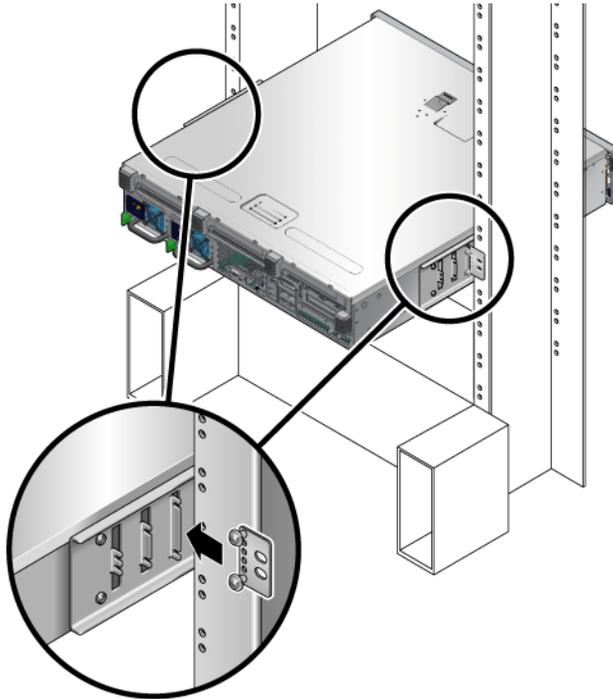

ABBILDUNG 4-12 Anbringen der Rückplatte an den Seitenhalterungen
Die Schraubenköpfe müssen zur Serverrückseite zeigen und die andere Seite der Rückplatte muss sich vor der Rack-Stütze befinden (ABBILDUNG 4-12).
- c. Ziehen Sie die Schrauben zur Befestigung der Rückplatte an der Schlitzgruppe in der Seitenhalterung fest (ABBILDUNG 4-12).